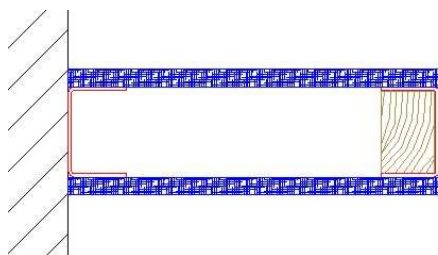

Figura 2
2.3 Le porte **LZ 60** possono essere posate, grazie al test secondo la norma UNI EU 1634-1, su falsotelaio in legno, su muratura o su cartongesso. Il falsotelaio deve essere ben agganciato al supporto ed in particolare sulle normali pareti in cartongesso devono essere presi particolari accorgimenti quale l'inserimento di montanti e traversi in legno massiccio aggiuntivi aventi uno spessore di almeno 45 mm ed una profondità tale da coprire tutta l'area (vedi figura 2). In ogni caso le pareti vanno eseguite in conformità alle norme vigenti. San.Co. non provvede in nessun caso alla predisposizione dei rinforzi delle murature.